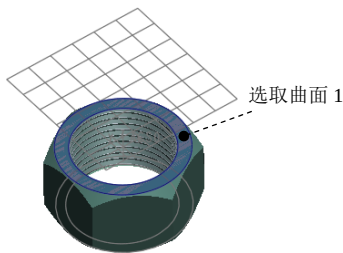
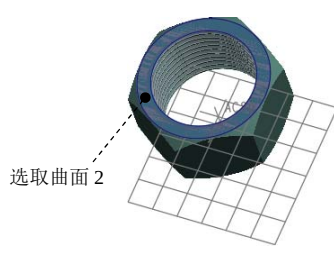

图 4.2.9 选择起始曲面
图 4.2.10 选择终止曲面
Step6. 在“参考”设置界面中，单击“起始”下拉列表右侧的按钮，在弹出的菜单中选择命令，然后选取图 4.2.9 所示的曲面 1 作为起始曲面，单击“终止”下拉列表右侧的按钮，在弹出的菜单中选择命令，然后选取图 4.2.10 所示的曲面 2 作为终止曲面。